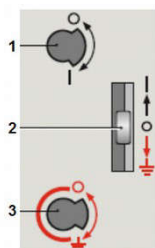
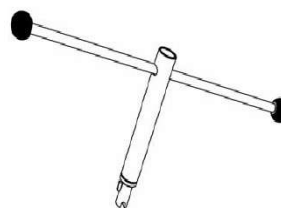
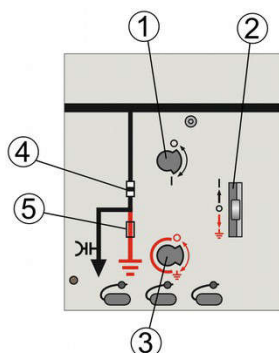

Figura 3: Opções de Manobra
Figura 4: Alavanca de Manobra
Figura 5: Cubículos de entrada
Os cubículos de entrada e/ou derivação (item 2 da Figura 5) podem ser manobrados através da alavanca de manobra (Figura 4). De um modo geral, os painéis destes cubículos são compostos por duas opções de operação de manobra (KIRK), sendo representados conforme Figura 3.
O item 2 (Figura 5) é um dispositivo de proteção que possui uma argola que permite a instalação de um cadeado. Quando esta alavanca é pressionada para cima, o anteparo para **manobra da chave seccionadora** item 1 da Figura 5 se abre; se a alavanca 2 da Figura 5 for pressionada para baixo, o anteparo para a **chave de aterramento** 3 da Figura 5 se abre.
A operação de chaveamento e/ou de aterramento pode ser feita somente quando uma destas estiver aberta. As posições aberta e fechada são representadas por 4 (chave seccionadora) e 5 (aterramento), Figura 5, ou seja, não será possível fazer o fechamento da chave seccionadora se o aterramento estiver fechado. Para que essa operação seja possível, primeiro deve ser realizada a operação de abertura do aterramento e então será possível efetuar o fechamento da chave seccionadora.